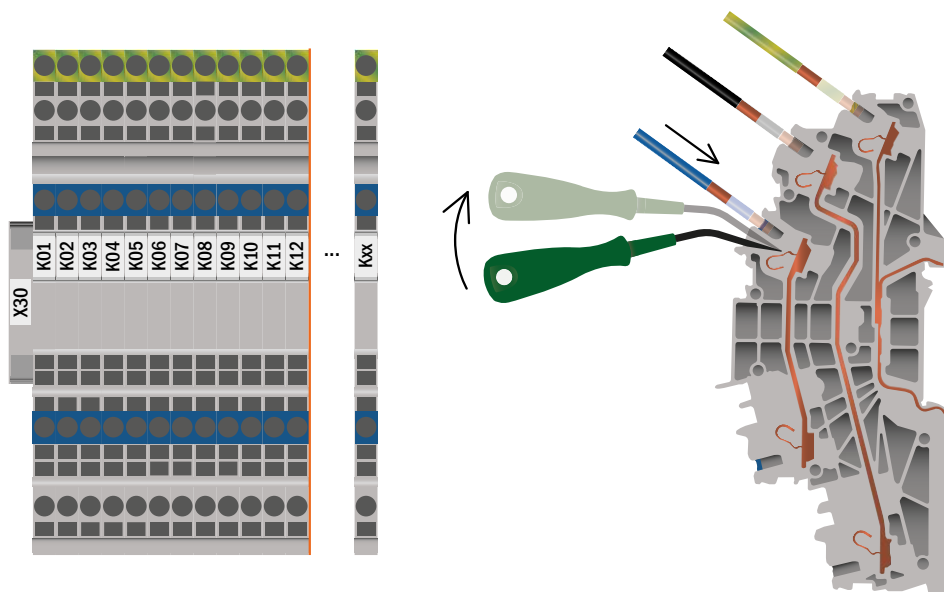

Abb. 15: Anschluss Stromkreisabgänge - X30
Abb. 15 zeigt den Klemmblock X30, an den die Verbraucherstromkreise (Leuchten) angeschlossen werden. Hierbei ist auf die korrekte Polarität zu achten. Für den Anschluss ist netzspannungstaugliches Kabelmaterial zu verwenden; ferner sind die Richtlinien MLAR, EitBauVo sowie DIN VDE 0100 zu beachten.
8. Spannung an Stromkreis-Abgängen prüfen. Im Auslieferungszustand sind alle Endstromkreise als Dauerlichtstromkreise konfiguriert. Überprüfen Sie die Spannung an allen Stromkreis-Anschlussklemmen (7) (siehe auch Kapitel 7.1.11, Abb. 15). Die gemessene Spannung sollte bei jedem Stromkreis der Netzspannung entsprechen.